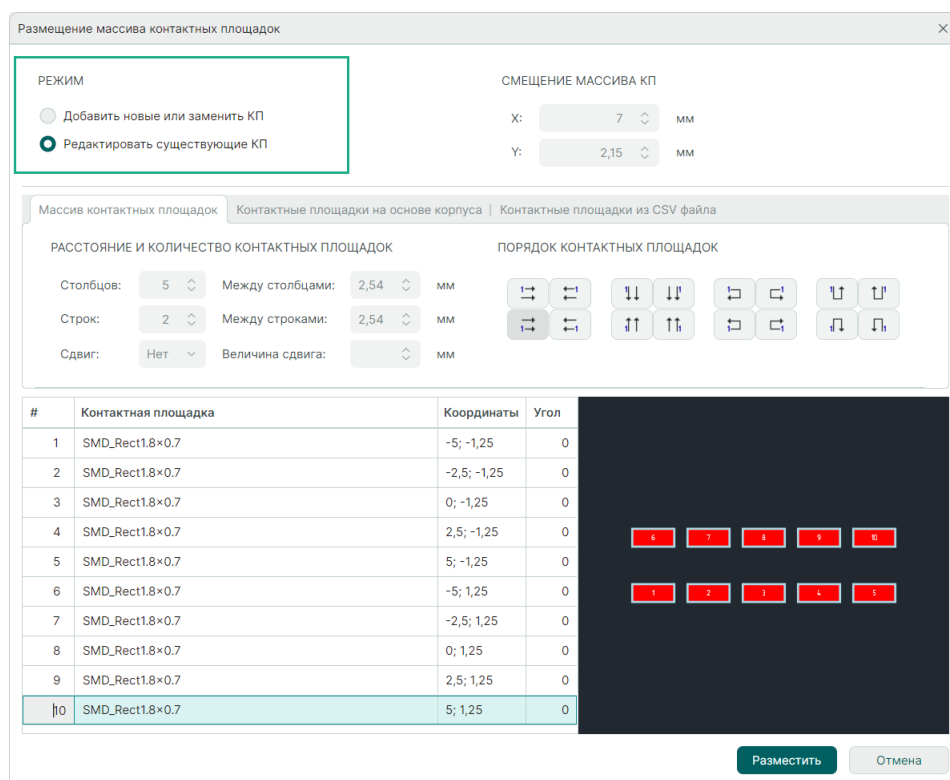

Рис. 120 Переключатель режима для массива контактных площадок
1. Установите режим «Редактировать существующие КП», см. Рис. 120.